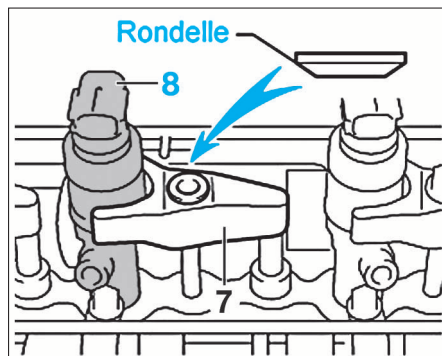

FIG. 50
• Déposer les brides (7) des injecteurs, puis les injecteurs (8) (fig. 50).
- veiller à respecter le sens de montage (bord biseauté) de la rondelle (fig. 50).